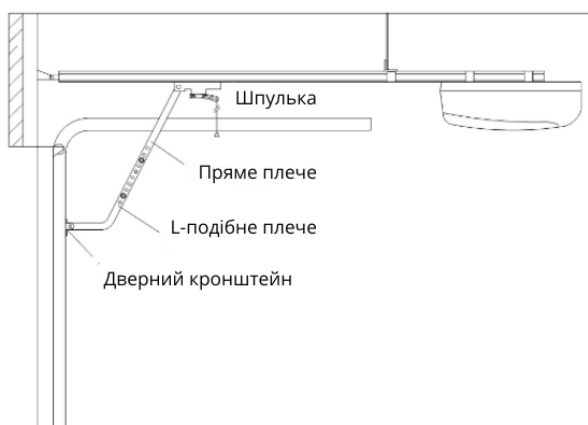

Рис.5.
3. Встановіть кріплення на воротах відповідно до таких вимог (Рис.5):